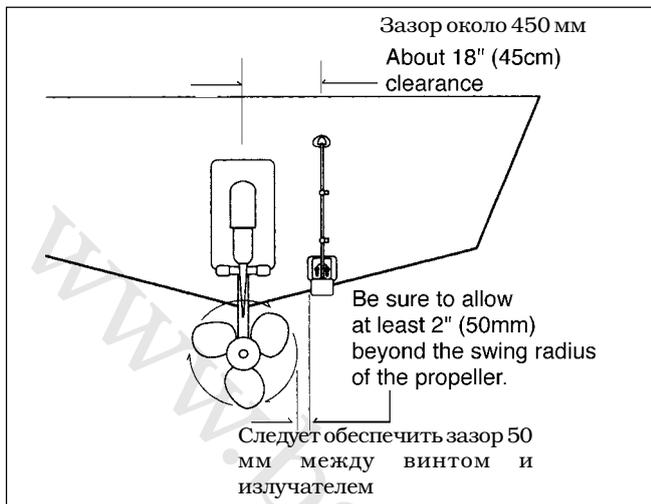

Рис.2-3
* Если судно имеет один винт (мотор может быть подвесным или стационарным), крепить излучатель следует на расстоянии 450 мм от плоскости среднего продольного сечения судна, как это показано на рис.2-3. Устанавливать излучатель следует в направлении вращения винта относительно продольного сечения (обычно по правому борту). Это уменьшит влияние пузырьков, образующихся во время работы винта, на эффективность работы излучателя.
- * Струбцина крепления излучателя имеет механизм высвобождения. Этим самым предотвращается повреждение излучателя при столкновении с плавающим в воде объектом или с дном водоема. На рис. 2-3 показано, что откидная струбцина обеспечивает свободный подъем излучателя из воды так, чтобы свободно подниматься в крайнее верхнее положение. Для этого нужно около 255 мм, если мерять от нижнего среза транца.